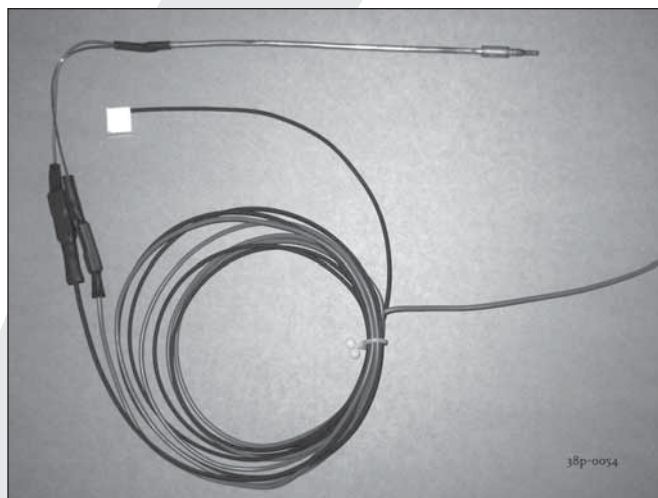

fig. 3b
**!Let op** De rode draad van thermokoppel 2 blijft aangesloten op het gasregelblok. In Fig. 3b is aangegeven hoe de draden op het thermokoppel zijn bevestigd. Verwijder vervolgens het gasregelblok. Leid de leidingen naar de gewenste positie, let op dat er geen vuil in de leidingen komt. Rol voorzichtig de rode en zwarte draad van thermokoppel 2 uit; Leg het gasregelblok samen met de draden van thermokoppel 2 in de richting van het bedieningskastje. Monteer het gasregelblok aan de beugels (2) van het binnen frame. Sluit de leidingen aan op de achterzijde van het gasregelblok. Let er op dat u de flexibele slang en de aluminium leiding gasdicht aandraait. Thermokoppel I moet men eerst handvast aandraaien en vervolgens I kwart slag met de sleutel. Plaats de ontvanger van de afstandsbediening in het bakje (3). Maak het buitenframe met deurtje (4) vast aan het binnenframe met behulp van de twee parkers (5). U kunt het buitenframe zo plaatsen afhankelijk of u het deurtje links of rechts draaiend wilt hebben.